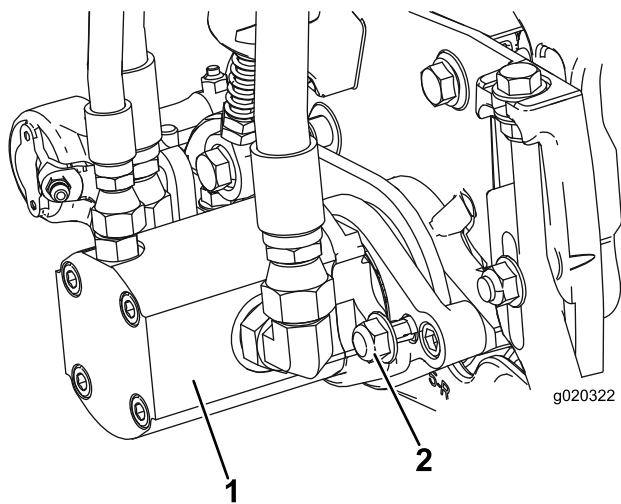

图 11
16. 以顺时针旋转的方式插入马达以使马达凸缘与锁紧螺母保持一定空隙 (图 11)。逆时针旋转马达直至凸缘环绕住螺母然后拧紧螺母。